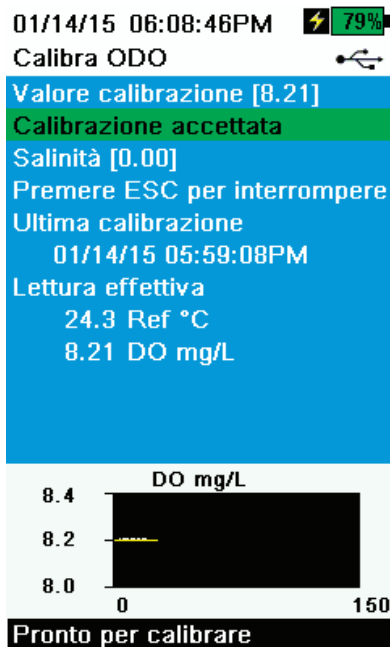

Figura 48 Calibra ODO mg/l
5. Osservare le letture delle misure effettive per la stabilità (la linea bianca sul grafico non mostra alcun cambiamento significativo per 40 secondi), quindi selezionare **Accetta calibrazione** (Figura 48). "Calibrazione riuscita!" sarà visualizzato nell'area dei messaggi.